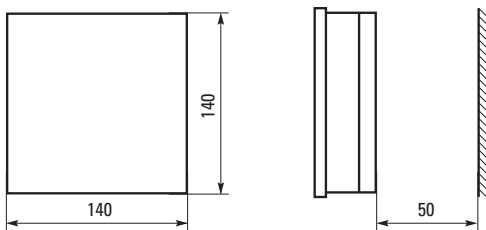

Рисунок 2 – Размеры установочного места для контроллера VARko-1xx
1. Для установки устройства на панели необходимо окно размером 140 мм x 140 мм (рис. 2)